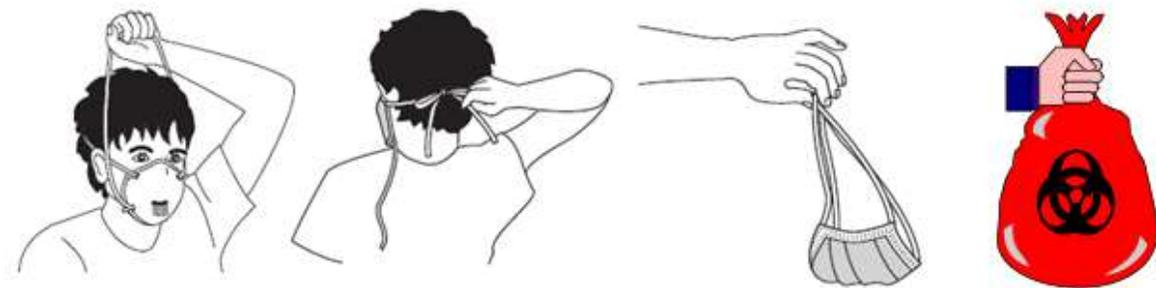

Figura 2. Pasos para retirar el respirador
**5.1.6.2.** Sujetar la liga inferior del respirador/mascarilla quirúrgica y pasarlo sobre la cabeza, luego retirar la liga superior con cuidado, inclinando ligeramente la cabeza hacia el área donde está colocado el contenedor de residuos. En caso de usar respiradores/mascarilla quirúrgica con ligas que se colocan en las orejas, retirarlo cuidadosamente sujetándolo de ambas ligas (Figura 2).